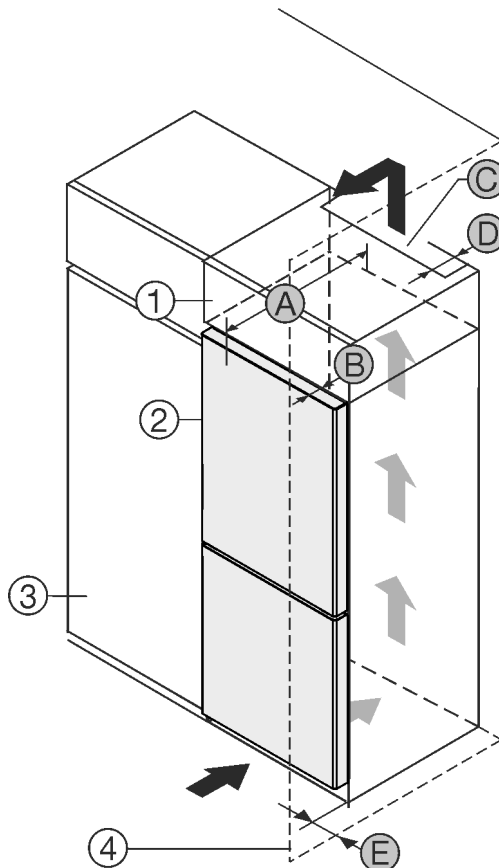

Fig. 1
- (1) Överskåp
- (2) Apparaten
- (3) Köksskåp
- (4) Vegg
- (A) Apparatusens djup
- (B) Dörrens djup
- (C) Ventilationsarea
- (D) Avstånd, skåpets baksida
- (E) Avstånd, skåpets sida
Du kan ställa apparaten direkt bredvid köksskåpet Fig. 1 (3).
Bakom överskåpet måste det finnas en luftspalt med djupet Fig. 1 (D) längs hela överskåpets bredd.
Under taket måste angiven ventilationsprofil Fig. 1 (C) följas.
Om du placerar apparaten med gångjärnen bredvid en vägg Fig. 1 (4) måste avståndet mellan apparaten och väggen vara minst 13 mm.
Om du placerar apparaten med gångjärnen bredvid en vägg Fig. 1 (4) måste avståndet mellan apparaten och väggen vara minst 20 mm.
För att dörren ska kunna öppnas helt måste apparaten sticka ut från köksskåpets front med samma mått som dörrens djup Fig. 1 (B). Beroende på köksskåpens Fig. 1 (3) djup och om väggavståndshållare används kan skåpet skjuta ut ännu mer.